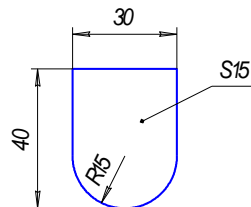

Рис. 6
3. Выполнить модель лап (рис. 6, 7).